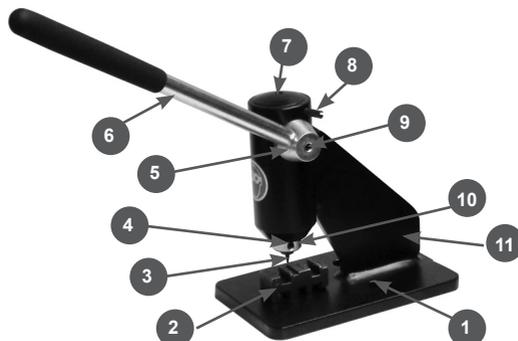

Рис.1 Основные узлы станка расклепочного
Конструкция станка приведена на Рис.1.
Поместите корпус станка так, чтобы он отступал от края на 10-15 см, и прикрутите его к столу, используя отверстия 1 в основании корпуса (Рис. 1). Крепежные элементы в комплект поставки не входят.
Установите рукоятку в гнездо пуансона, при помощи шестигранного ключа зафиксируйте ее установочным винтом 9 (Рис.1). Снимите крышку пуансона и убедитесь в наличии смазки. При необходимости добавьте консистентную смазку CHAMPION EP-0. Закройте крышку пуансона.
3. Определите шаг цепи и установите требуемые пробойник и наковальню на станок. Для установки требуемого пробойника используйте шестигранный ключ. Ослабьте фиксирующий винт 4 (Рис.1), удалите пробойник, вставьте на его место новый и зафиксируйте его винтом.
6. Вращением рукоятки 6 (Рис.1) выдавите заклепку из звена цепи.